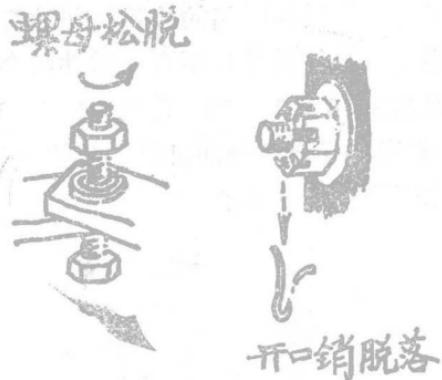

图7 紧固件松动引起的故障
(6)柴油机紧固件松动引起的故障。柴油机紧固件松动（见图 7），会使柴油机发生调整失常、装配位置和间隙变化、漏气、漏油、漏水等故